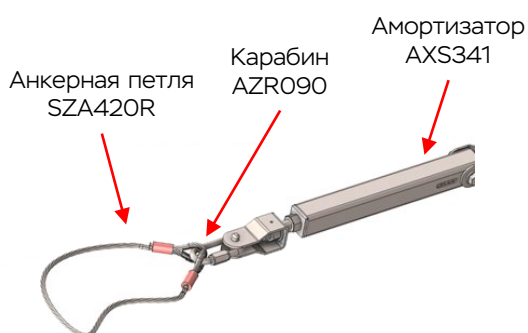

Рис. 5. Присоединение амортизатора арт. AXS341 к карабину
3. Присоединить к карабину амортизатор арт. AXS341 (со стороны шпильки, как указано на рис. 5) .